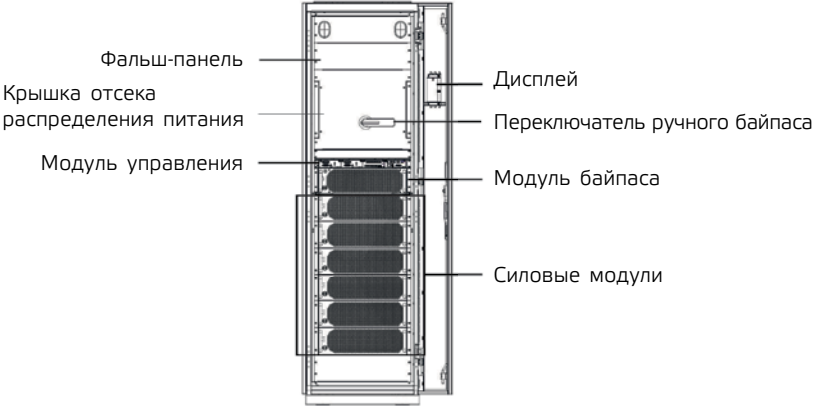

Рис. 1-6 Конструкция 300 кВА (верхний ввод кабеля)
3. Конструкция ИБП мощностью 300 кВА (верхний ввод кабеля) показана на Рис. 1-6. Передняя дверца ИБП открыта